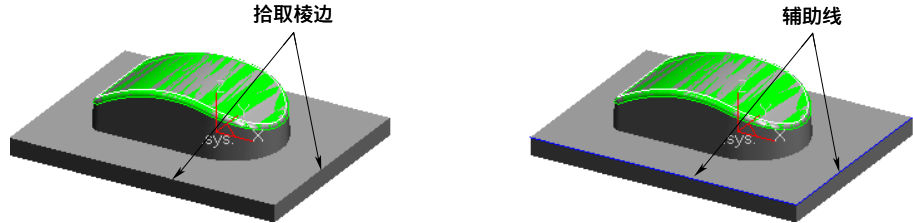

图 7-15 创建加工辅助线
(3) 创建加工辅助线 可以使用“曲线生成”命令，通常可以使用“相关线”→“实体边界”方法来创建。操作步骤如下：
- 取零件模型棱边，得到加工辅助线如图 7-15 所示。